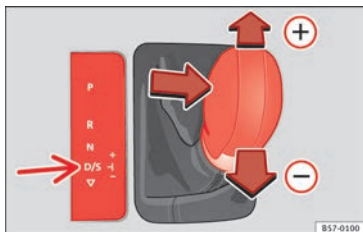

Abb. 192 Mittelkonsole: zu Tiptronic ändern.
- Um einen Gang hochzuschalten, tippen Sie den Wählhebel nach vorn **+** » Abb. 192.